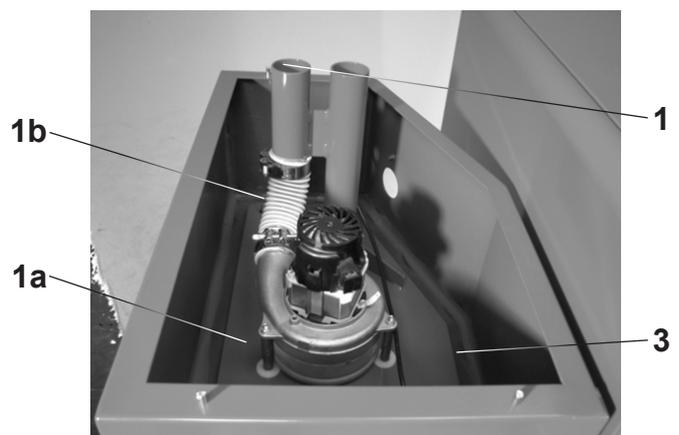

Fig. 14
1. Allentare i dadi ad alette, smontare i tubi flessibili di alimentazione (1, Fig. 14) e il modulo di aspirazione (1a, Fig. 14). Controllare se il tubo flessibile presenta crepe (1b, Fig. 14).
3. Controllare e pulire la guarnizione del modulo di aspirazione-box pellet (3, Fig. 14).
7. In sede di rimontaggio, il profilo di tenuta (3, Fig. 14) non deve essere compresso troppo; non serrare troppo saldamente i dadi ad alette.